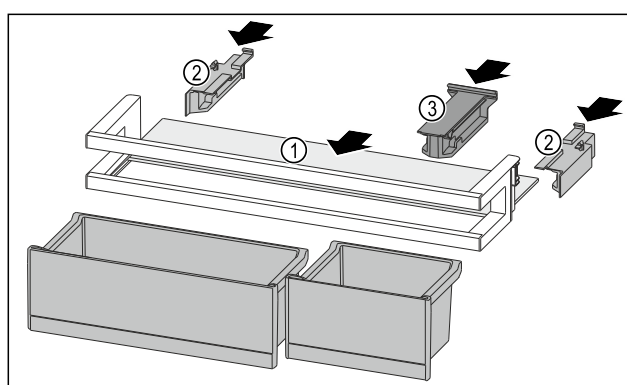

Fig. 171
- Inserire il ripiano Fig. 171 (1) negli incavi laterali.
- Inserire gli elementi laterali Fig. 171 (2).
- Inserire l'elemento di tenuta Fig. 171 (3).